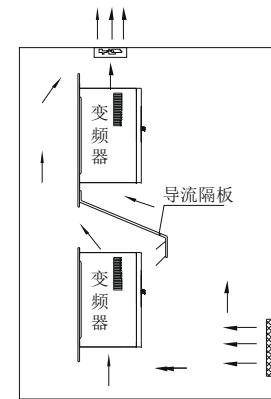

图3-2 多台变频器的安装
多台变频器工作时，通常进行并排安装。在需要上下排安装的场合，由于下排变频器的热量会引起上排设备温度上升导致故障，应采取安装隔热导流板等对策，如图3-2所示。
- 2) 请向上垂直安装变频器，便于热量向上散发。若柜内有多台变频器时，请并排安装。在需上下安装的场合，请参考图3-2，安装隔热导流板。